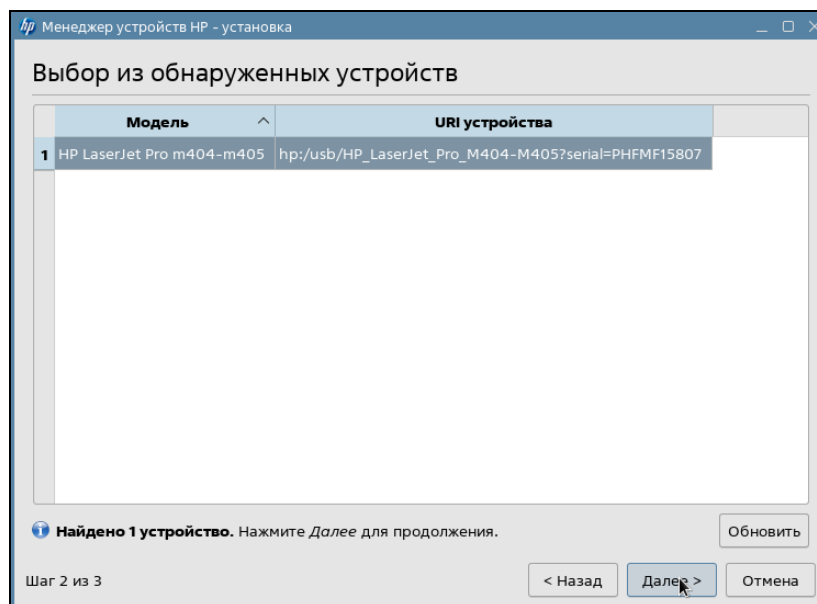

Рисунок 93 — Менеджер устройств HP. Выбор устройства
- 3) На странице **Выбор обнаруженных устройств** найти и отметить устанавливаемый принтер, нажать кнопку **Далее** (рис. 93);